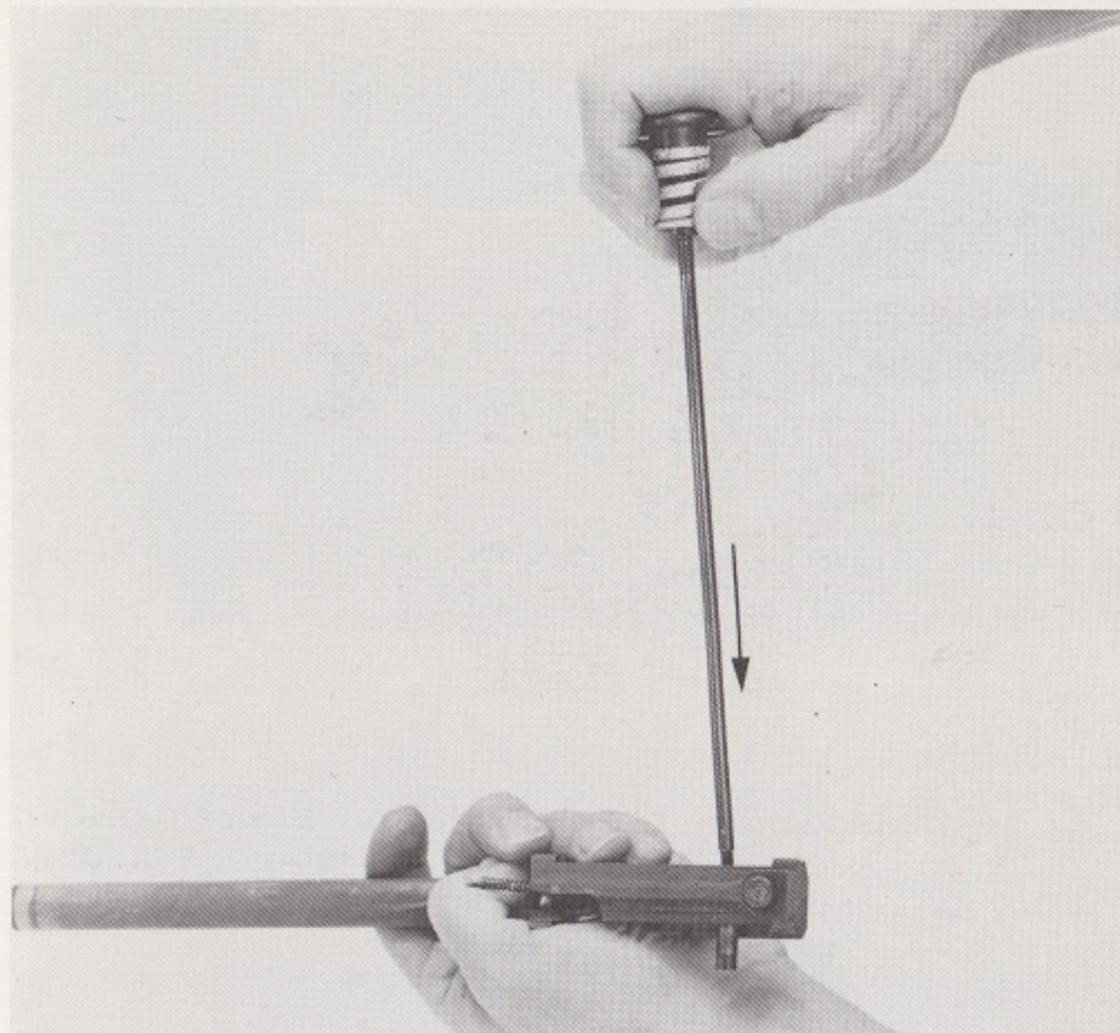

Fig. 23
- Le démontage de la glissière s'effectue en poussant l'axe d'articulation de celle-ci vers la gauche. La glissière se sépare ainsi du piston (Fig. 23).